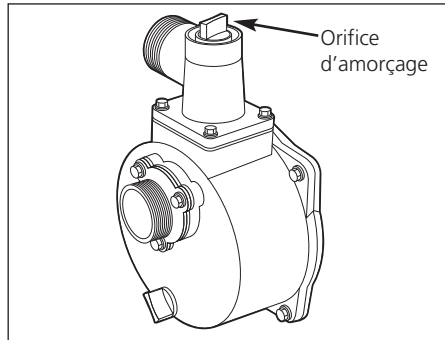

Figure 3
- Ajoutez de l'eau au port d'amorçage de la pompe (Figure 3). Continuez à ajouter de l'eau